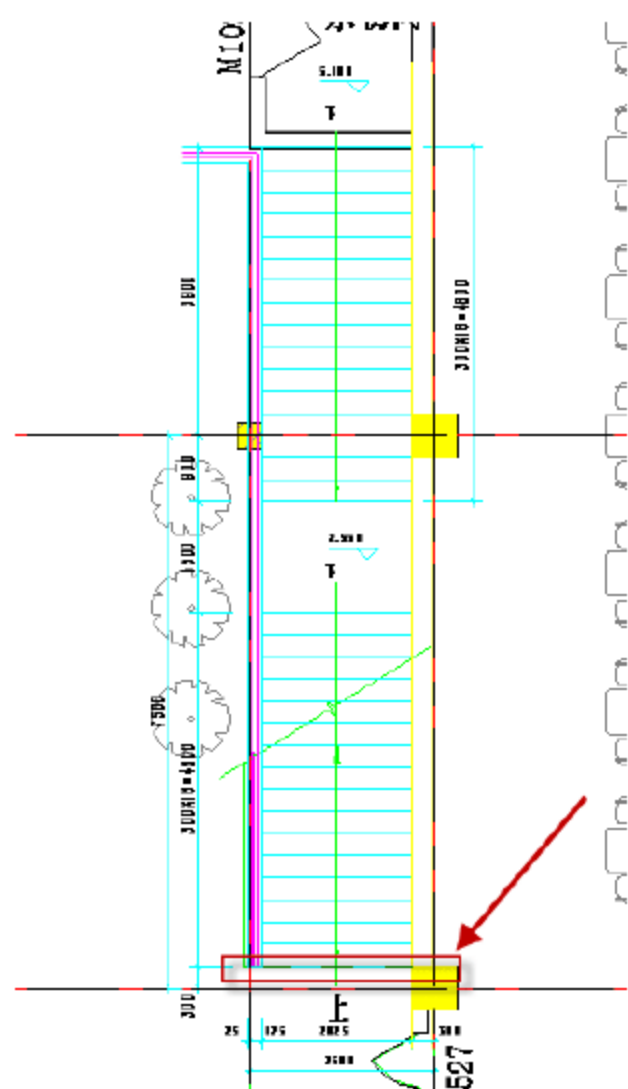

图 10.5.25 第一条水平踏步参照面
(3) 绘制踏步的参照平面。按快捷键 R+P 绘制参照平面命令，对齐第一条楼梯线，绘制参照线，如图 10.5.25 所示。